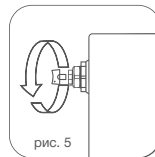

рис. 5
- 8.4. Для удаления воздуха из радиатора в верхней коллектор обязательно установка крана Маевского или автоматического воздухоотводчика. Для удаления воздуха через кран Маевского необходимо периодически (несколько раз в год) вручную стравливать его с помощью специального ключа\* (рис. 5)